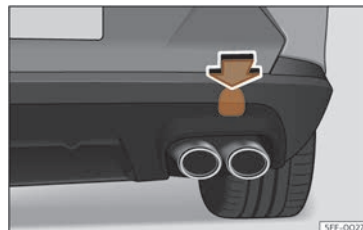

Fig. 201 No lado dereito do parachoques traseiro: retire a tapa.
A cavidade da argola de remolque enroscada está situada no lado dereito do parachoques traseiro detrás dunha tapa >>> **fig. 201**.
- Prema sobre a zona superior da tapa >>> **fig. 201** para desencaixala.